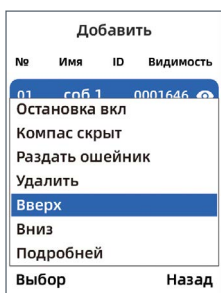

рис. 18
- с помощью кнопок **▼▲** выберите ошейник, который Вам необходимо переместить, и нажмите кнопку «Подтверждение» **OK** (рис. 18);